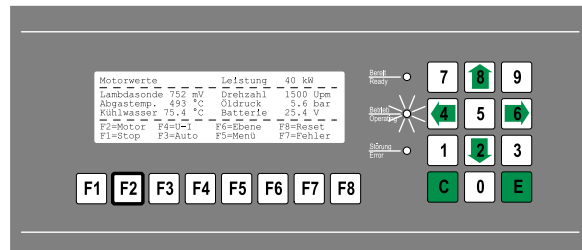

Рис. 11 Отображение параметров двигателя с помощью функциональной клавиши F2
- Отображение меню с помощью функциональной клавиши F2. Только для сведения! Пример: Рис. 11)